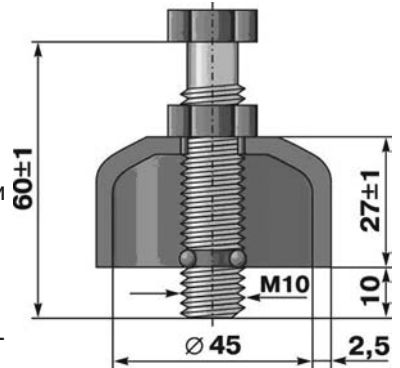

Рис. 1. Знімач шворнів
14. Випресуйте шворні за допомогою пристосування, показаного на рис. 1 і зніміть корпус поворотного кулака.